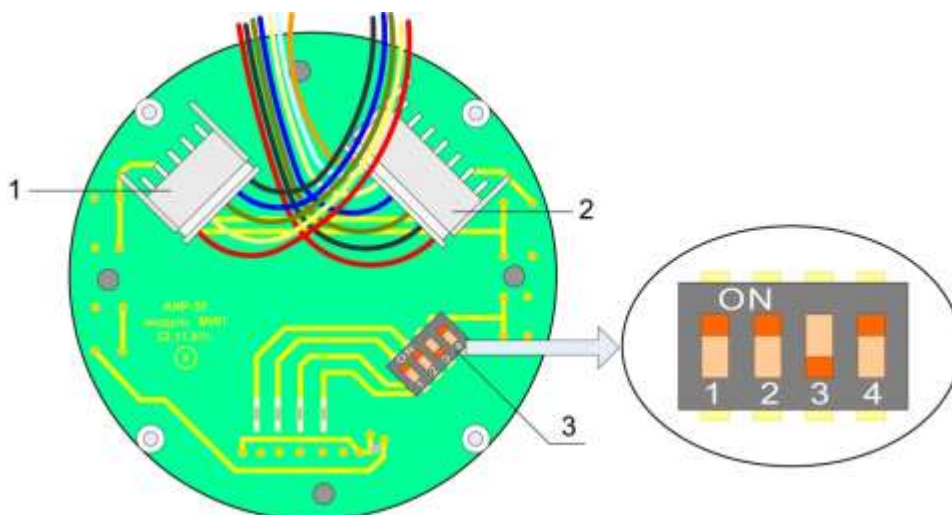

Рисунок 2.10
- вынуть модуль индикации из корпуса электронного блока и обратить его тыльной стороной к себе (см. рисунок 2.10).